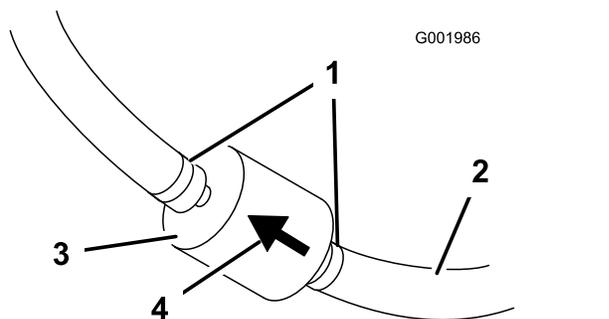

図 46
5. 古いフィルタのクランプをゆるめて脇に寄せる 図 46。